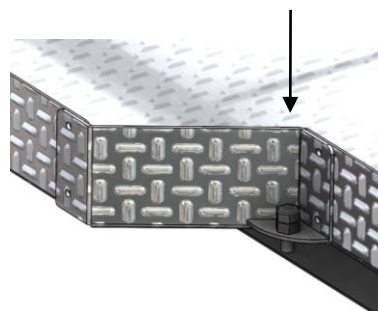

Рис.4
8. Отрегулировать резиновые упоры (вывернуть или завернуть рукой) таким образом, чтобы они упирались в закрытый задний борт грузового отсека. Ввернуть болты-ограничители (рис.4). Закрыть задний борт. **ВНИМАНИЕ! Запрещена эксплуатация платформы с открытым задним бортом!**